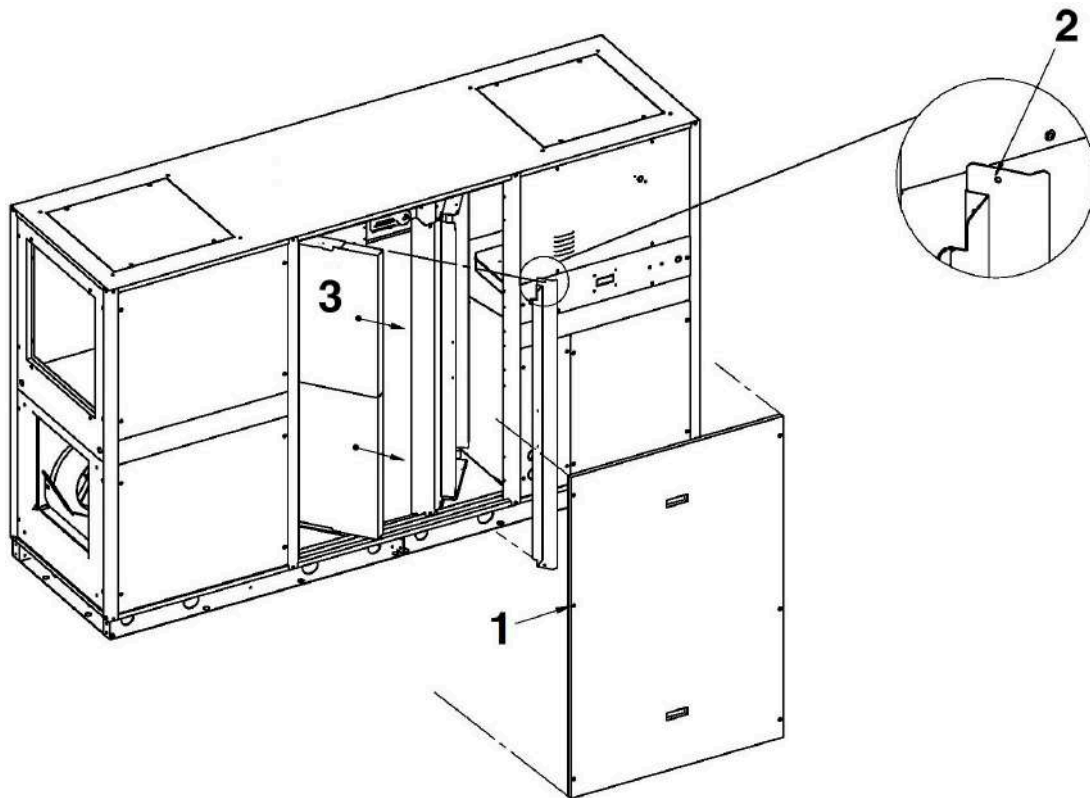

Fig.37
10.2.2 VERIFICA DELLA SEZIONE FILTRANTE SERIE "OTA1 E CFRE+" VERTICALE (Fig. 37)
- Togliere le 4 viti del fermo di sicurezza del filtro (2).
- Sfilare il filtro (3) lateralmente come esemplificato nella figura. Una volta eseguita la pulizia ripetere le operazioni in ordine inverso. Per la pulizia utilizzare un aspirapolvere, o aria compressa, o lavare con detergente comune in acqua tiepida, lasciando asciugare in modo accurato. Se i filtri sono eccessivamente logorati o rotti, vanno sostituiti obbligatoriamente.
10.2.2 CHECK THE "OTA1 AND CFRE+" SERIES FILTERING SECTION VERTICAL (Fig. 37)
- Remove the side panel (1) removing the 6 screws as shown on the figure 37.
- Remove the 4 screws of the filter safety lock (2).
- Remove the filter (3) as shown on the figure. After cleaning repeat the operations in inverse order. Clean with a vacuum cleaner, or compressed air, or wash with a common detergent in lukewarm water and leaving to dry out completely. If the filters are excessively worn or broken, they must be changed.